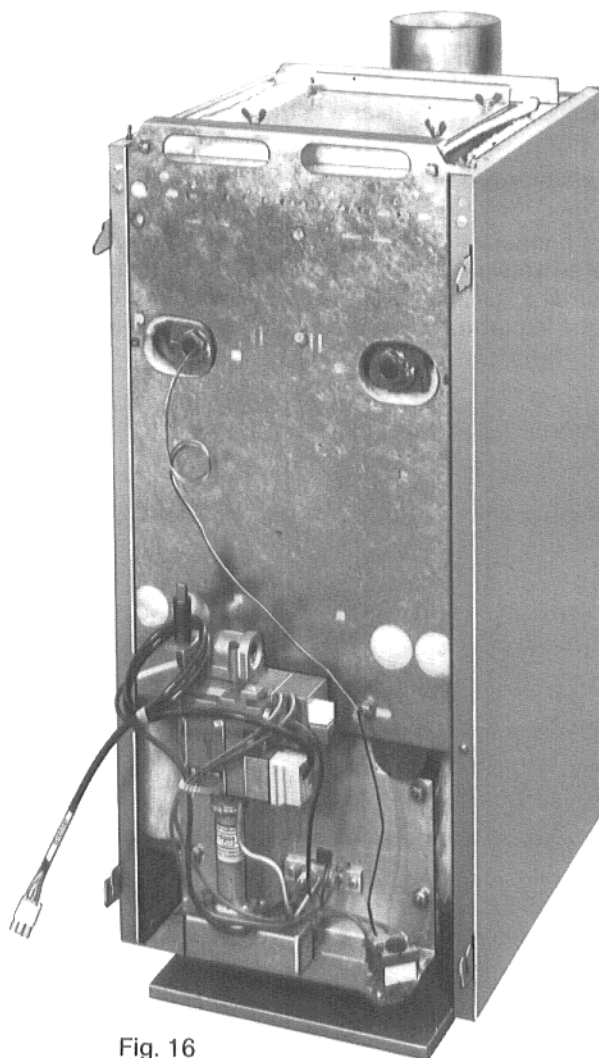

Fig. 16
2. Enlever le panneau de façade (fig. 16 et 17). Pour cette opération, retirer les deux vis Parker des bords de la partie inférieure.